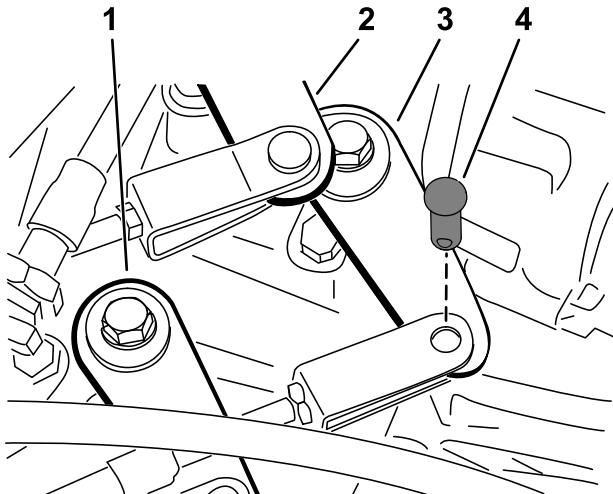

Figure 45
2. Enlez les axes de chape qui fixent les câbles aux bras sélecteurs de la boîte-pont (Figure 45).
1. Enlez l'axe de chape qui fixe le câble de gamme haute/basse à la boîte-pont (Figure 45).